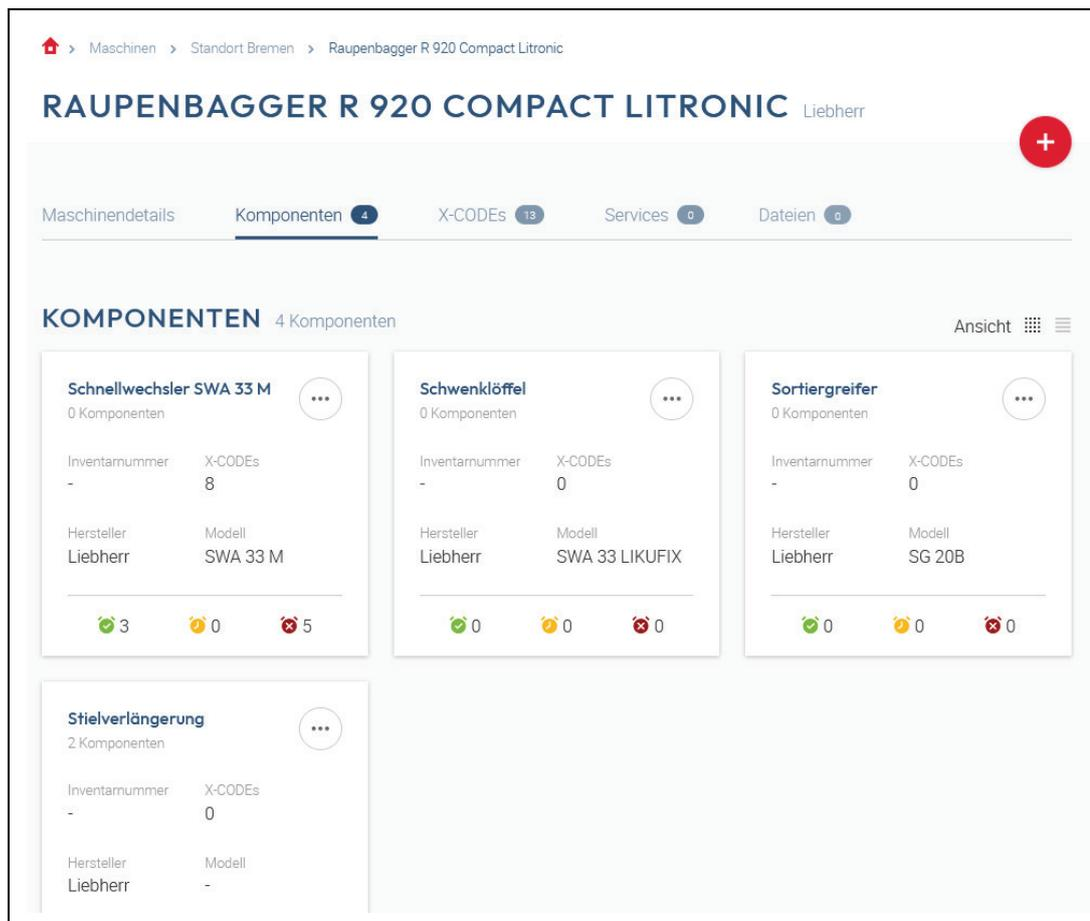

Abb. 86: Kachelansicht „Komponenten“
- „Neue Komponente anlegen“ erscheint (vgl. Abb. 86 auf Seite 103).